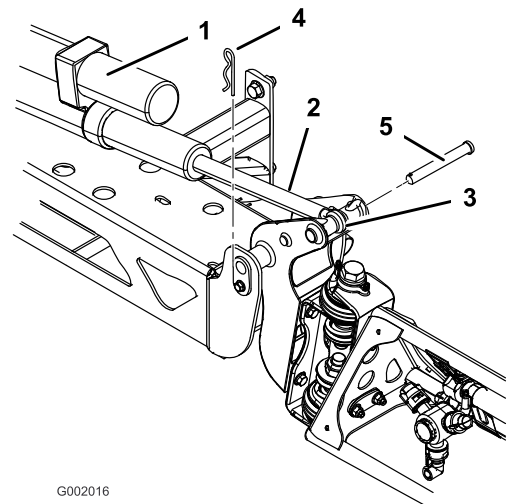

Figura 44
2. Retire el pasador de horquilla del pasador de giro (Figura 44).
3. Levante el brazo y retire el pasador (Figura 44). Baje el brazo lentamente al suelo.
6. Eleve el brazo para alinear el pivote con el émbolo del actuador. Sujetando el brazo, introduzca el pasador a través del pivote del brazo y del émbolo del actuador (Figura 44).